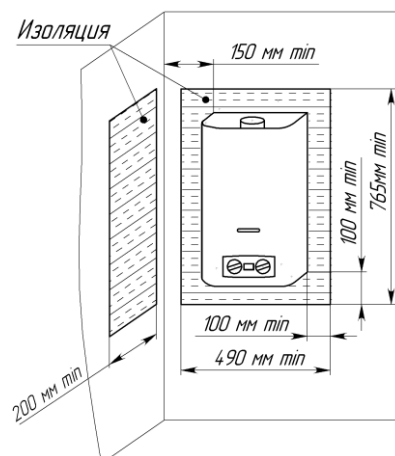

Рис. 4. Установка аппарата на трудносгораемых стенках
7.1.6. Допускается установка аппарата на трудносгораемых стенах при условии изоляции стены оцинкованным листом толщиной $0,8\ldots 1\text{ мм}$ по листу базальтового теплоизоляционного картона БТК толщиной $3\ldots 5\text{ мм}$. Изоляция стены должна выступать за габариты корпуса аппарата не менее чем на 100 мм с каждой стороны (см. рис. 4).